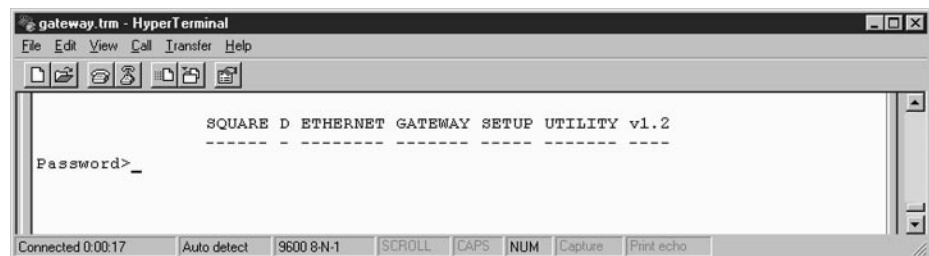

Figura 5-2: Solicitud de contraseña en la herramienta de configuración de la puerta
① Cuando se utilizan ARs externas, establezca la función de ajuste de línea en el emulador de terminal en ON y el número de columnas en 132. Esto permite poder leer el comando completo.
8. Oprima Intro (Enter). El título de esta pantalla es “HERRAMIENTA DE CONFIGURACIÓN DE PUERTA ETHERNET DE SQUARE D” y muestra el número de versión (figura 5-2). Cuando el sistema le pida la contraseña, escriba la contraseña por omisión de fábrica: system (sistema) (es indiferente que la escriba en mayúsculas o minúsculas); oprima Intro.